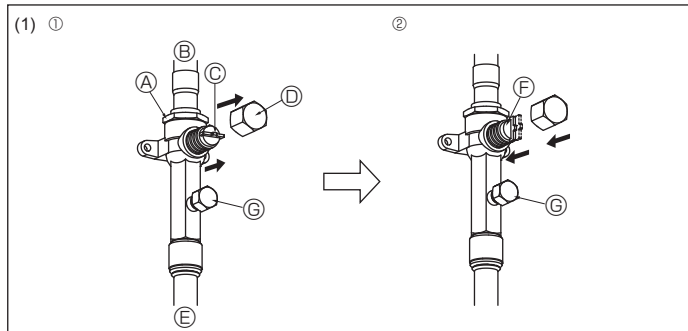
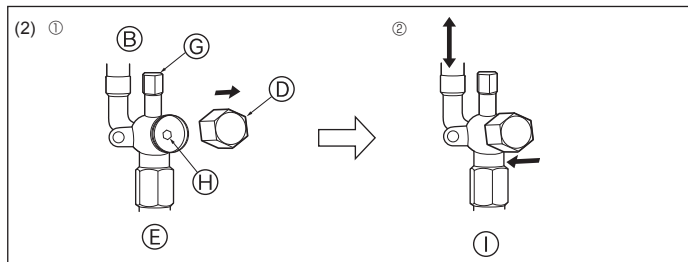

Fig. 4-12
Fig. 4-13
- (1) Gasseite (Fig. 4-12)
- ① Die Kappe entfernen, den Handgriff nach vorne ziehen, und zum Öffnen um 1/4 Umdrehung gegen den Uhrzeigersinn drehen.
- ② Sicherstellen, dass das Absperrventil vollständig offen ist, den Handgriff eindrücken, und die Kappe zurück in Ausgangsstellung drehen.
- (2) Flüssigkeitsseite (Fig. 4-13)
- ① Entfernen Sie die Kappe und drehen Sie die Ventilstange mit einem 4 mm-Sechskantschlüssel bis zum Anschlag gegen den Uhrzeigersinn. Hören Sie auf zu drehen, wenn der Anschlag erreicht ist. (ø6,35: Etwa 4,5 Umdrehungen) (ø9,52: Etwa 10 Umdrehungen)